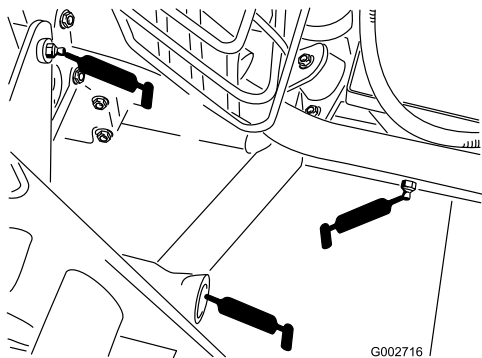

Figura 23
- attacco posteriore (5) (Figura 23)